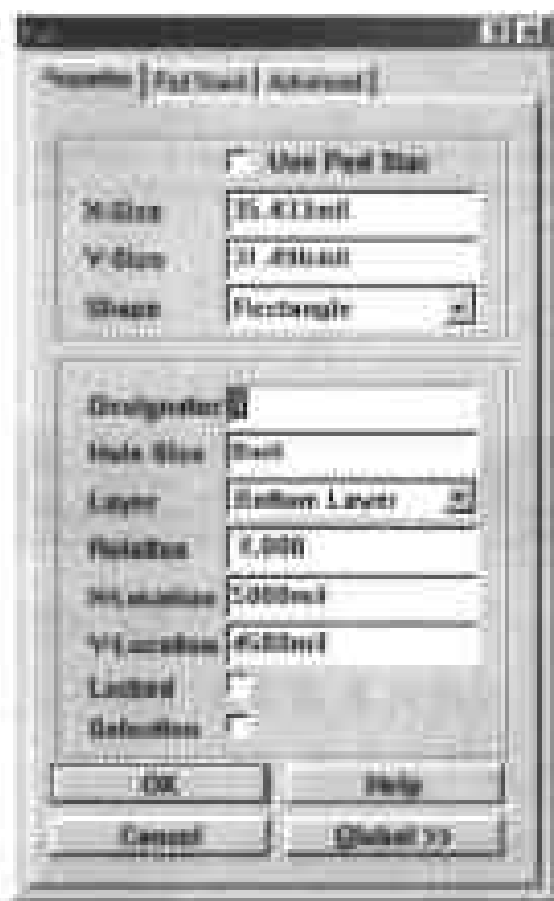

图 6-26 设置元件引脚属性的对话框
(5) 在对话框中按照用户的需要进行设置后,单击对话框底部的 OK 命令按钮,返回工作窗口,完成对元件属性的设置。在 PCB 浏览器窗口的 Pads 列表框中单击元件的某一个引脚,然后单击列表框底部的 Jump 命令按钮,在工作窗口中将选中的引脚高亮显示。
(6) 双击选中的引脚名称,或者单击对话框底部的 Edit 命令按钮,弹出如图 6-26 所示的对话框,在这个对话框中也包含 3 个标签,其中选项的作用与设置焊盘属性的选项作用相似,这里就不一一介绍了。